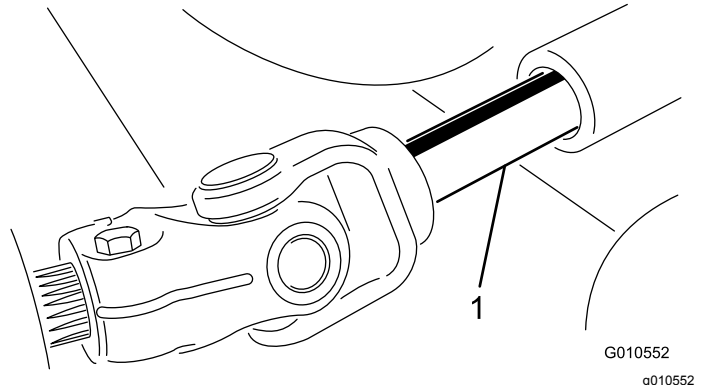

Figure 20
4. Éloignez l'unité de coupe de la machine, en séparant les parties mâle et femelle de l'arbre de PDF (Figure 20).